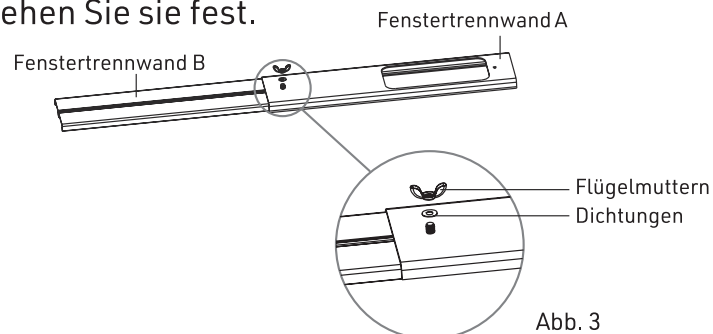

Abb. 3
- 4.) Wie in Abb. 3 gezeigt, drehen Sie die Fenstertrennwand um, setzen Sie die Dichtung und die Flügelschraube nacheinander ein und ziehen Sie sie fest.